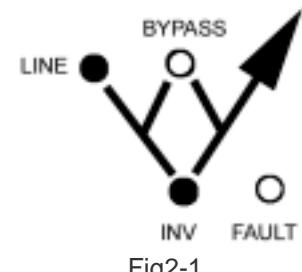

Fig2-1
4. Allumez l'onduleur, il passera du mode bypass en mode normal après 20 secondes (Le panneau des LEDs s'allume comme indiqué dans la figure 2.1).
Tant que le courant du secteur ne présente aucune anomalie de coupure, l'onduleur reste en mode normal : il recharge ses batteries, son panneau des LEDs s'affiche comme indiqué dans la figure 2.1.